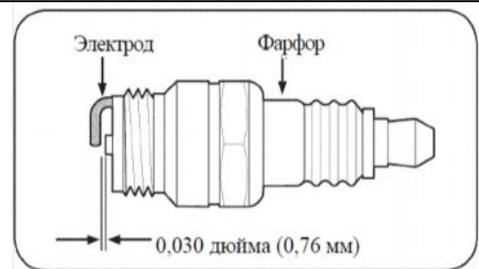

Рис. 15
2. Выкрутите свечу и проверьте зазор. Значение зазора должно составлять 0,030 дюйма (0,76 мм) (См. Рис. 15).